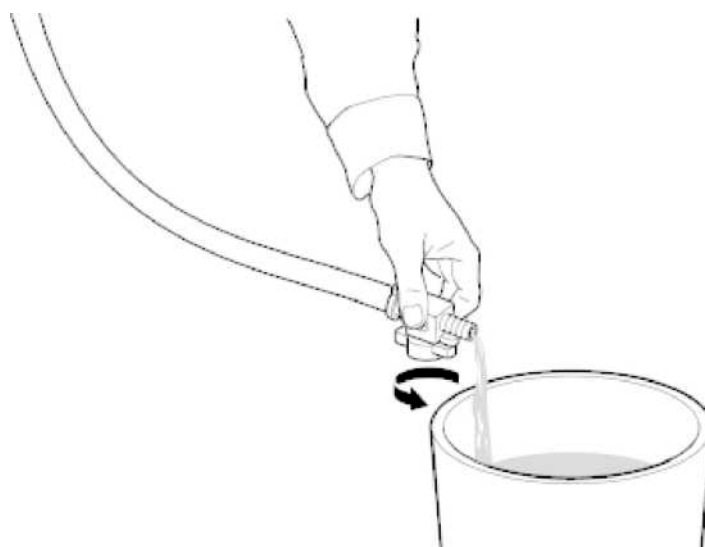

Рисунок 14. Открытие выпускного клапана
5. Откройте выпускной клапан. Оставшаяся жидкость для подкачки будет сливаться в емкость (рис. 14).